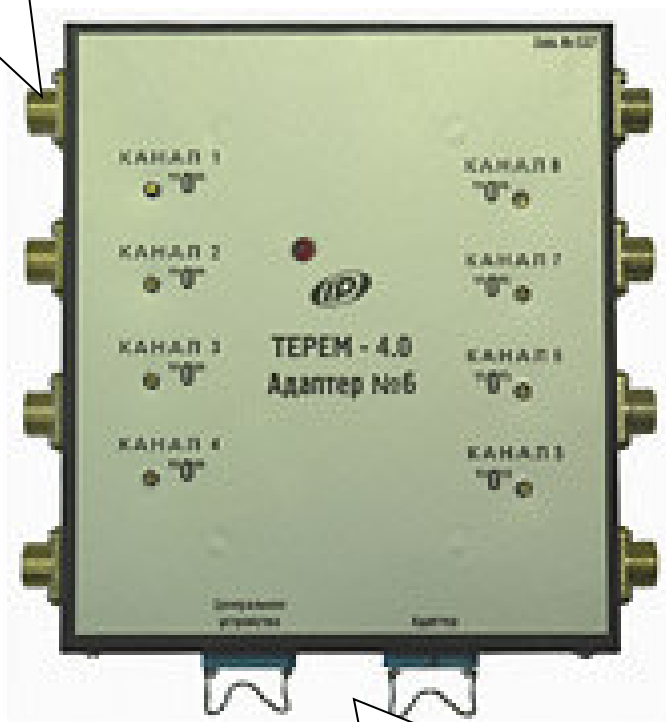

Рис. 4.3
4.3. Внешний вид центрального устройства регистратора показан на рис. 4.3. В пластмассовом корпусе размещены печатная плата, дисплей,